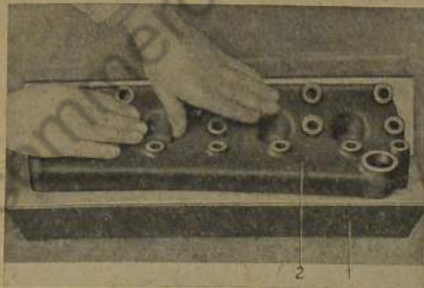

Bild 58: Tuschierplatte Nr. 1001 für Zylinderdeckel
1. Zylinderdeckel auf Tuschierplatte Nr. 1001 abrichten (Bild 58). Verzug des Deckels mit Schlichtfeile und Flachschar abrichten.